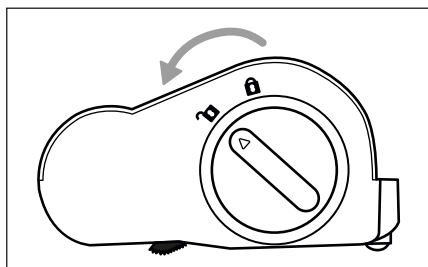

Fig. 22
- Nettoyez régulièrement le rouleau brosse ⑱ afin de garantir un fonctionnement conforme de l'appareil et d'éviter les pannes.
- 1) Retirez la brosse de sol ⑲ du tube d'aspiration ⑳ ou de l'appareil (voir chapitre 10.3. Démontage de l'appareil).
- 2) Déverrouillez le rouleau brosse ⑱ en faisant tourner le dispositif de déverrouillage du rouleau brosse ⑱ vers le symbole ⑲ (ouvrir) (voir fig. 22).